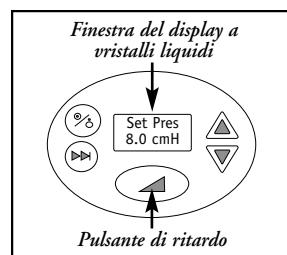

Figura 8
- Premere il pulsante Ritardo **Figura 8** per avviare il ciclo di ritardo di pressione se prescritto. La pressione diminuirà alla impostazione di Pressione Ritardata e tornerà alla Pressione Impostata prescritta dopo la scadenza del Tempo di Ritardo.
4. Premere il pulsante Ritardo per avviare il ciclo di ritardo di pressione, se prescritto. La pressione diminuirà alla impostazione di Pressione Ritardata e tornerà alla Pressione Impostata prescritta dopo la scadenza del Tempo di Ritardo **Figura 8**.